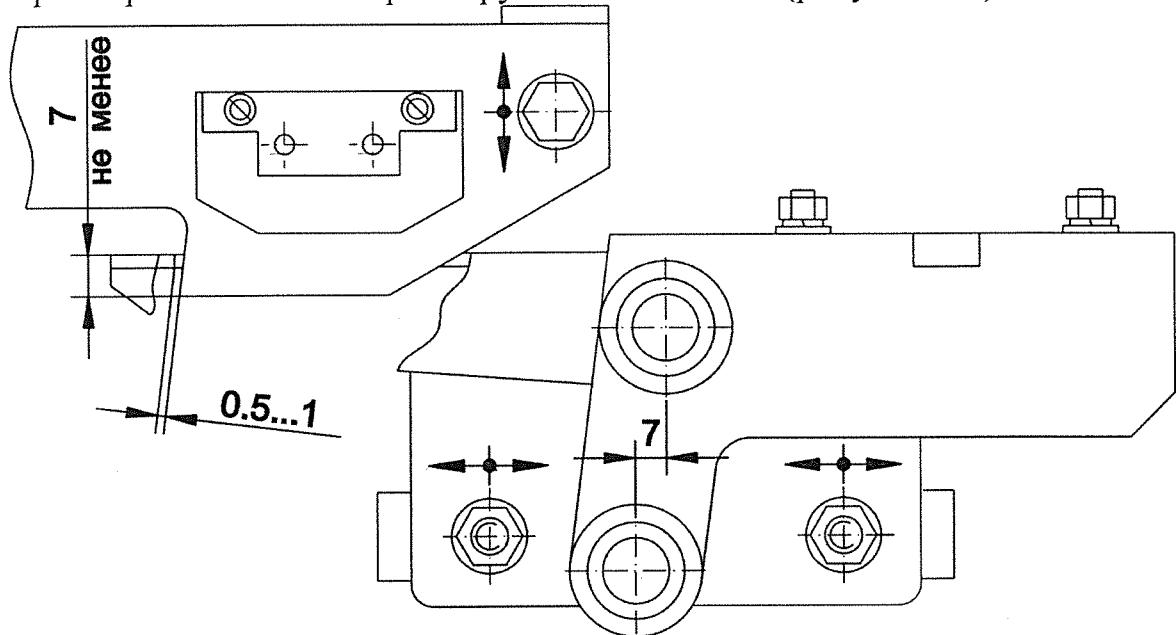

Рисунок 3.6 – Регулировка замка.
1) Зазор регулируется перемещением пластины блока контроля. Для этого необходимо ослабить болты крепежа и движением вверх/вниз выставить зазор между защелкой и нижним торцом зуба пластины размер не менее 7мм (рекомендуемый размер от 7 до 9мм). Зажать болты (рисунок 3.6).
2) установить минимальный зазор между защелкой и вертикальной стороной зуба пластины (рекомендуемый зазор от 0.5 до 1мм). Для регулировки ослабить болты крепежа замка на каретке и перемещать замок влево/вправо. Положение зафиксировать загибом фиксирующей пластины (рисунок 3.6).